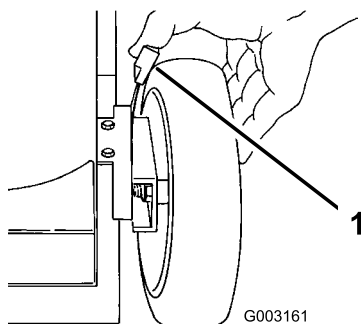

Figure 20
3. Réglez les 4 roues à la hauteur de coupe de 64 mm (2,5") (Figure 20).
4. Placez le levier de changement de vitesses en position point mort (N).
1. Tirez le levier de réglage de hauteur vers la roue (Figure 20) et amenez-le à la position voulue.